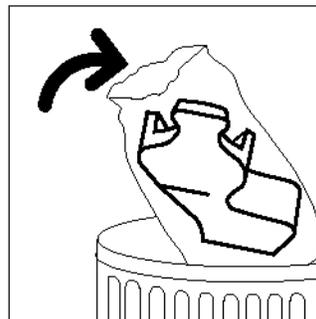

Figura 24: Cómo desechar el contenedor de residuos del revelador usado
- 7** Introduzca el contenedor de residuos del revelador en una bolsa de plástico, tal y como ilustra la Figura 24. Deséchelo de acuerdo a las normativas locales.